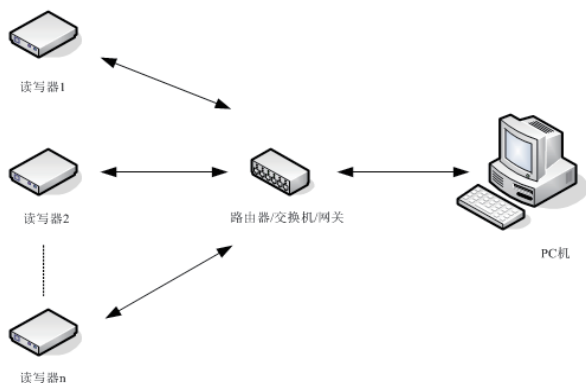

图4-11 网口连接示意图
② 电源接口可接我司标配电源适配器(DC24V/2.5A输出)，并将螺帽旋紧。
③ 网络接口用于远距离高速连接（不大于70 m），网络接口可通过网线与交换机或路由器相连，也可以直接与PC机网络接口相连，具体连接如下图4-11所示：